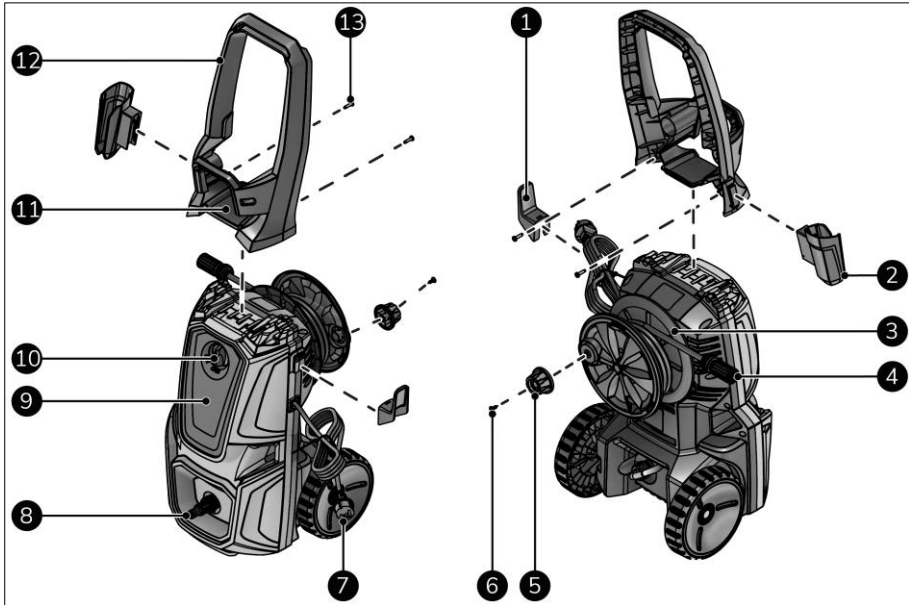

Abbildung 5
Dieses EUROM-Gerät ist ein einfach zu bedienender Hochdruckreiniger (Abbildung 5). Das Gerät ist für den Hausgebrauch konzipiert, wie z. B. die Reinigung von Fahrzeugen, Gebäuden, Terrassen, Fassaden und Gartengeräten. Das Gerät verwendet sauberes Wasser und kann mit biologisch abbaubaren chemischen Reinigungsmitteln verwendet werden.
1. Stellen Sie sicher, dass sich der Schalter EIN(I)/AUS(0) in der Position AUS(0) befindet (Abbildung 5, Pos. 10).